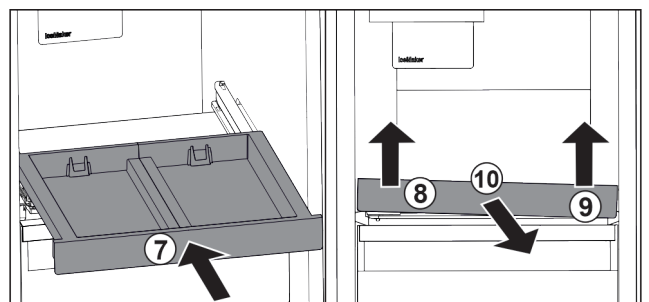

Fig. 20
- ▶ Uitschuifplateau erin schuiven. Fig. 20 (7)
- ▶ Uitschuifplateau linksvoor optillen. Fig. 20 (8)
- ▶ Uitschuifplateau rechtsvoor optillen. Fig. 20 (9)
- ▶ Uitschuifplateau er naar voren uitnemen. *Fig. 20 (10)*